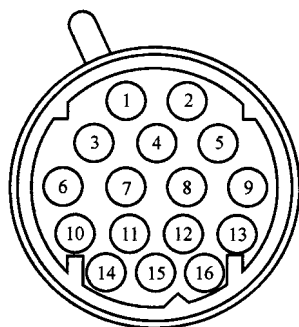

图 1-6 自动变速器线束连接器端子排列
- (5) 自动变速器线束连接器端子排列及功能 见图 1-6 和表 1-7。